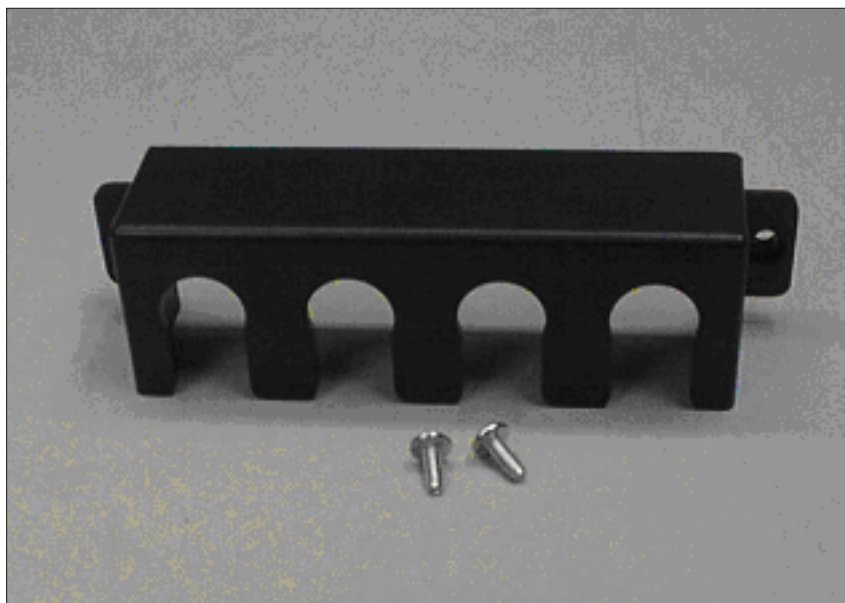

図 36. 2145 UPS-1U電源ケーブル保持ブラケットのハードウェア
2. パッケージからブラケットと 2 個のねじ (図 36 参照) を取り出します。